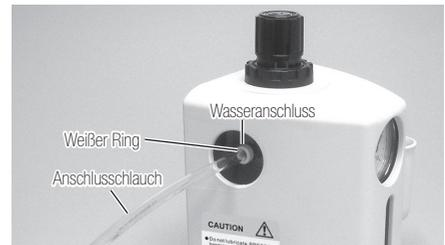

Abb.1
Drücken Sie den Anschlusschlauch ③ in den Anschluss des Reglers auf der linken Seite der Einheit, bis er richtig fest sitzt, wie in Abb. 1 dargestellt. Überprüfen Sie durch Ziehen nach dem Anschluss, ob der Schlauch sicher installiert ist. Schließen Sie das andere Ende des Anschlusschlauchs an die Luftversorgung an.